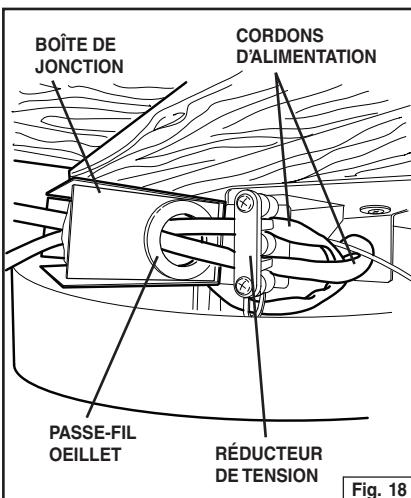

Fig. 18
1. Abaissez le pavillon du plafond. Attachez les deux câbles de courant aux bras de support. Insérez les fils sur le réducteur de tension et dans la boîte de jonction. Installez les fils en resserrant le réducteur de tension. Établissez les connexions de courant Fig. 18.